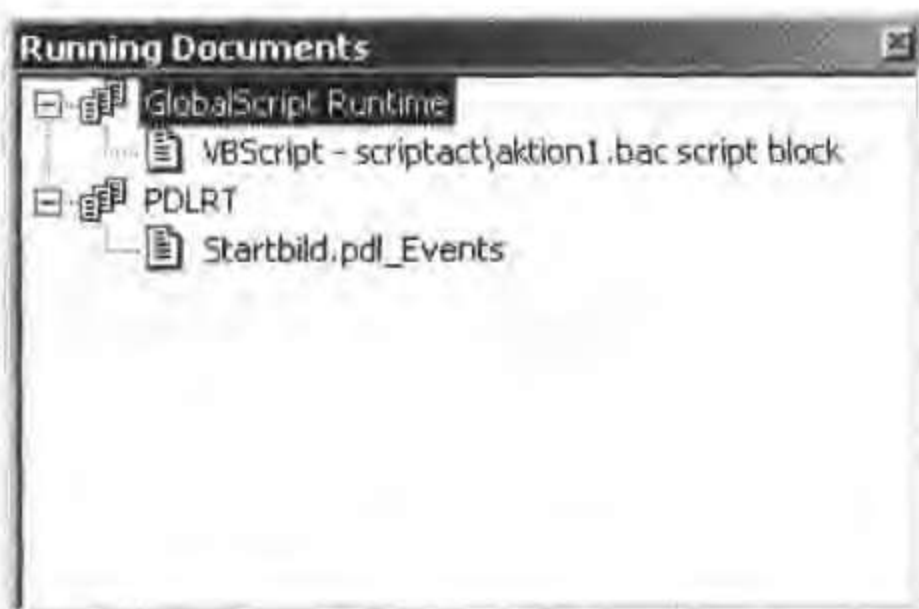

图 10-32 选择调试脚本
- 单击 View>Running Documents,从运行文档窗口中选择要调试的脚本,如图 10-32 所示。